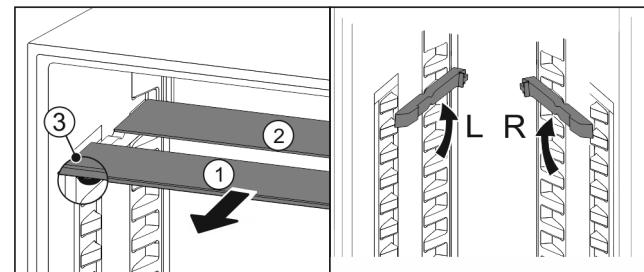

Fig. 71
- ▶ По одной извлеките Fig. 71 (1) стеклянные панели движением вперед.
- ▷ Стеклянная панель Fig. 71 (1) с декоративной планкой лежит спереди.
- ▷ Стопоры Fig. 71 (3) показывают вниз.